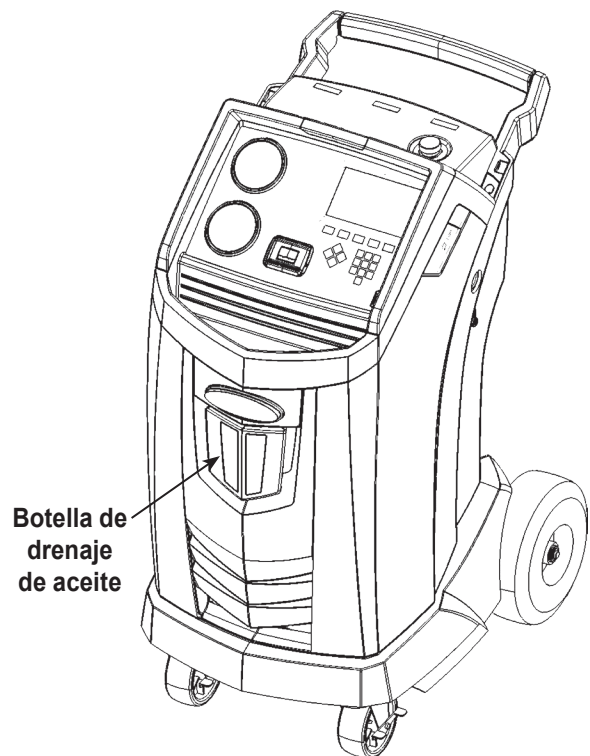

Figura 4
2. Si el sistema no tiene un compresor eléctrico con aceite POE, seleccione **X** continuar. Si el sistema tiene un compresor eléctrico con aceite POE, seleccione **✓** para eliminar todo el aceite residual de las mangueras. El usuario se le pedirá a "Conectar las mangueras de servicio a los puertos de almacenamiento y válvulas de conexión abiertos." Ver "Figura 4" en la página 19. Si continúa, se iniciará el proceso de lavado de las mangueras. Una vez terminado, seleccione **▶▶** para continuar a través del proceso de cambio.
3. Retire la botella de drenaje de aceite (consulte la Figura 4) de la máquina Robinair. Drene la botella de aceite y deseche el aceite de acuerdo con las regulaciones respectivas. Vuelva a instalar la botella de drenaje de aceite en la parte delantera de la máquina.